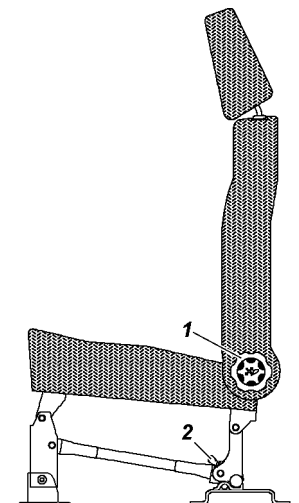

Рис. 3.8. Заднее трехместное сиденье:
**Заднее трехместное сиденье** (рис. 3.8) может быть разложено для организации спального места или сложено для увеличения объема грузового помещения.
- вращением ручек 1 (рис.3.8) наклоните спинки заднего трехместного сиденья назад до упора в подушки откидных сидений;
- вращением ручек 1 (рис.3.8) наклоните спинки заднего сиденья вперед до упора;